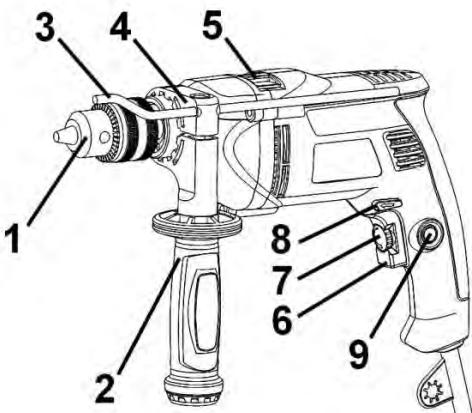

Рисунок 1
2.3.1 Виріб має два режими роботи: ударно-обертальний і обертальний. Перемикання режимів роботи виробу здійснюється переведенням перемикача (5) (див. рис.1) з одного крайнього положення в інше у бік відповідного символу режиму роботи:
- Ударно-обертальний режим - перемикач (5) повинен бути переведений до упору у бік символу .
- Обертальний режим - перемикач (5) повинен бути переведений до упору у бік символу .
4.2 Виберіть необхідний режим роботи виробу за допомогою перемикача (5) (див. рисунок 1). Перемикання режимів роботи виробу здійснюється переведенням перемикача (5) (див. мал.1) з одного крайнього положення в інше у бік відповідного символу режиму роботи:
- Ударно-обертальний режим - перемикач (5) повинен бути переведений до упору у бік символу **T**.
- Обертальний режим - перемикач (5) повинен бути переведений до упору у бік символу **¶**.